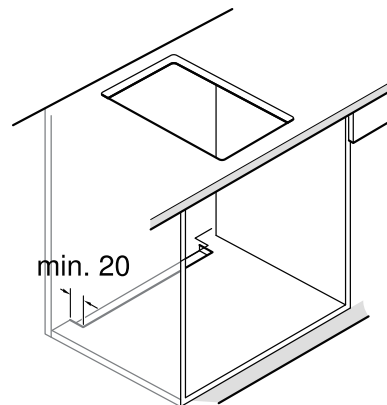

図 5
- ユニットの背面からのクリアランスが 20mm 未満の場合、下側に開口部を設けて下さい。(図 5)